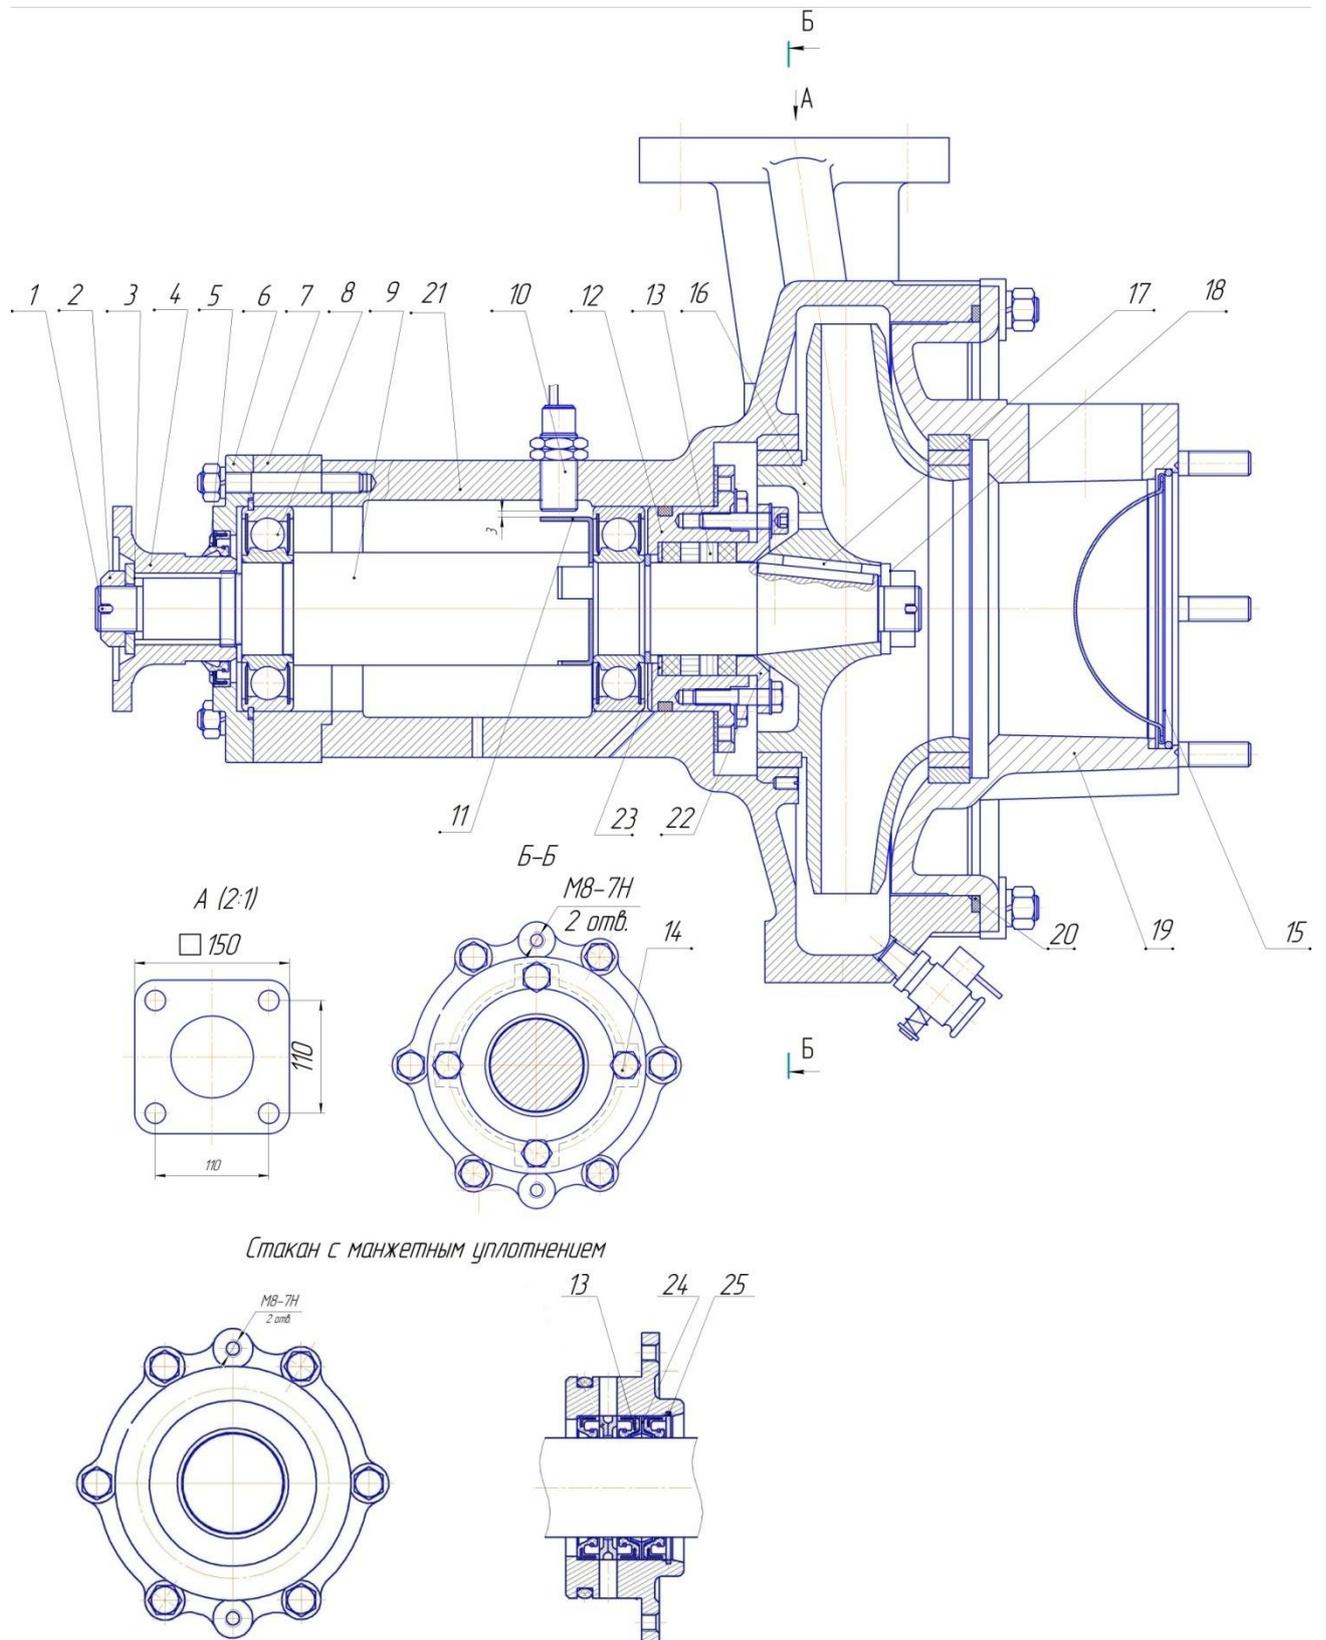

Рис. 2 Насос
3. Нарушена установка датчика	3. Выставить зазор между торцем датчика 10 (рис.2) и пластиной контактной 11 в пределах 2...3 мм. Застопорить выставленное положение датчика контргайкой